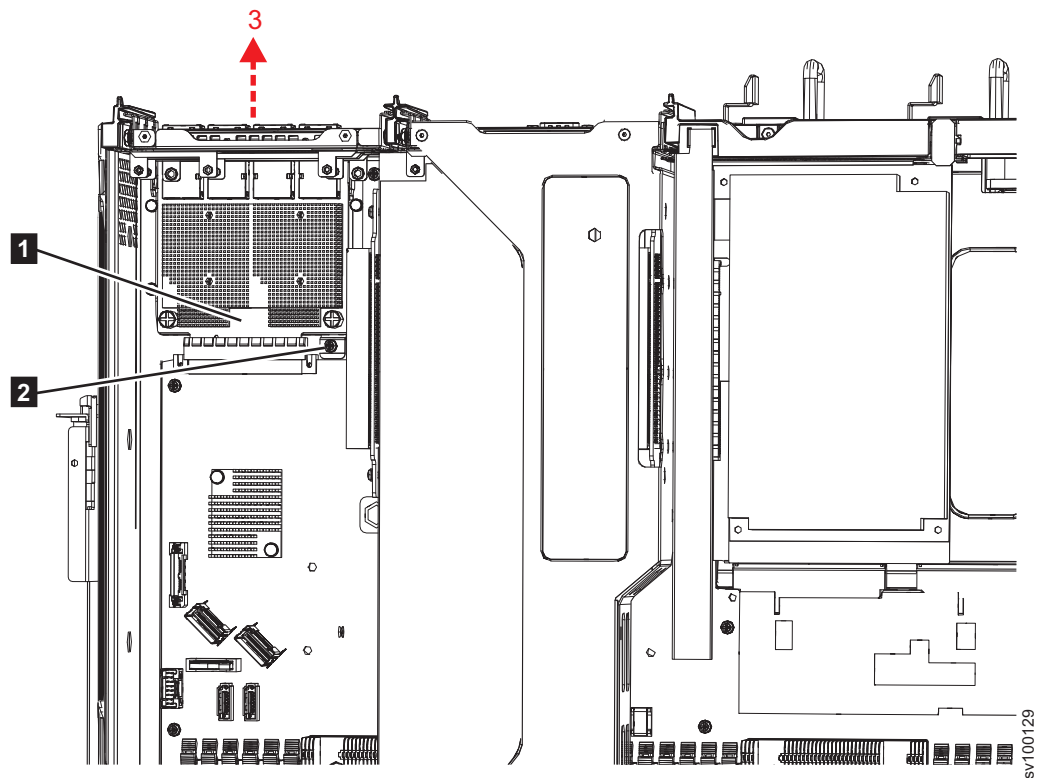

Figura 330. Removendo a Placa de Borda Ethernet do 2145-SV1
8. Localize a placa de borda Ethernet (**1**), conforme mostrado no Figura 330 na página 418.
9. Remova o parafuso que conecta a placa de borda Ethernet ao chassi (**2** em Figura 330).
10. Empurre a placa de borda Ethernet para fora do furo da porta na parte traseira do nó na direção (**3**) mostrada em Figura 330.
O Figura 330 na página 418 mostra onde a placa de borda Ethernet está conectada ao chassi (**2**).